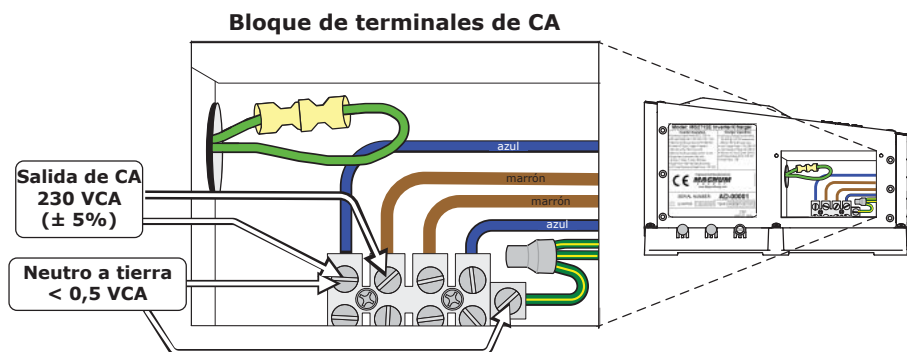

Ilustración 2-21, Comprobación de tensión de CA
5. Compruebe la tensión de salida de CA del inversor mediante la conexión de un voltímetro de CA a los terminales de salida (consulte la Ilustración 2-21) y verifique que los voltajes de salida son los correctos.